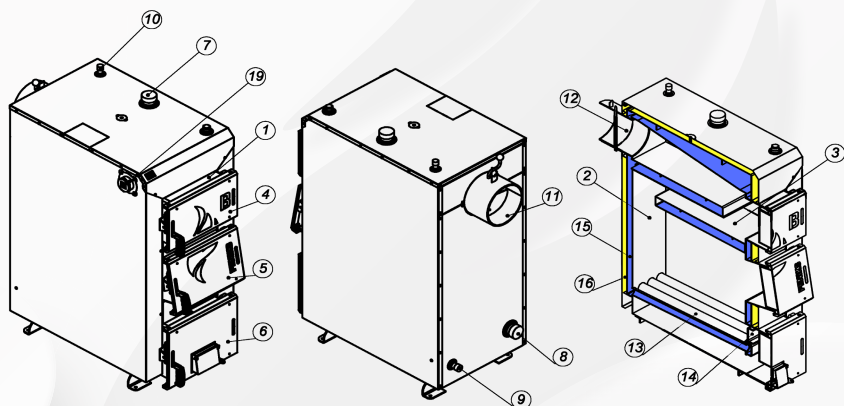

Рисунок 2 – Зовнішній вигляд та основні елементи котла
Котел (рис. 2) – збірно-зварна конструкція з корпусом (1) і камерою згоряння (2). Конвекційна частина – двохходовий теплообмінник комбінованого типу (3) з двома горизонтальними полицями, розташований над топкою.
Регулятор тяги необхідно приєднати до верхнього патрубку з внутрішньою різьбою (рис. 2), ретельно ущільнивши з'єднання. Регулятор слід розташувати так, щоб наконечник для кріплення шестигранного важеля (входить у комплект) був спрямований праворуч. Шестигранний важіль встановлюється стороною без отвору замість пластикової захисної трубки та надійно фіксується гвинтом.